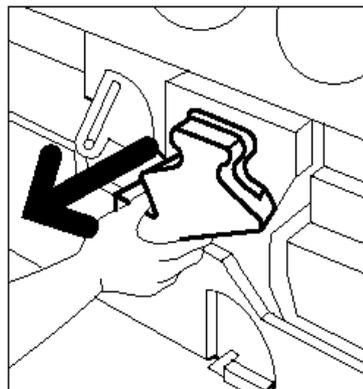

Figure 21 : Retrait du flacon de récupération de développeur usagé
- 4** Saisissez le flacon de récupération de développeur de la main droite (figure 21) et retirez-le de la machine.